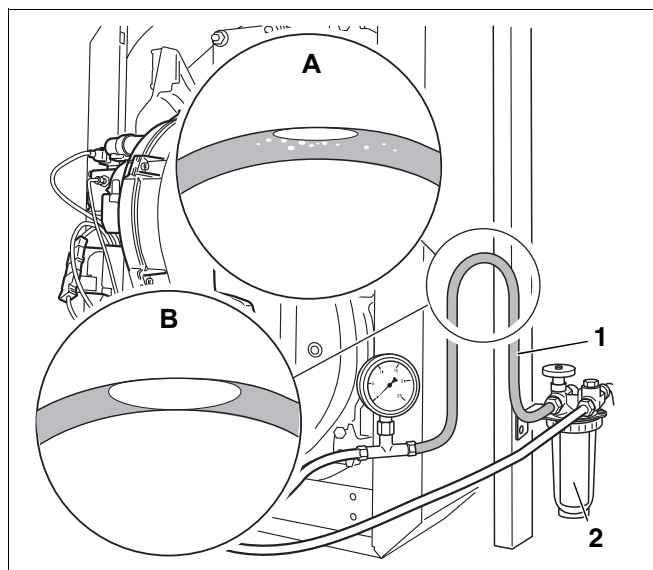

Рис. 42 Вертикальная петля прозрачного шланга
- Соединить прозрачный шланг (рис. 42, **поз. 1**) со всасывающей линией за топливным фильтром (рис. 42, **поз. 2**).
- Сделать из прозрачного шланга вертикальную петлю так, как показано (рис. 42).
- Проверить размеры воздушного пузырька, образовавшегося в шланге (рис. 42, **вид А и В**).
Если воздушный пузырек в верхней части шланга имеет небольшие размеры (рис. 42, **вид А**), то это значит, что топливопровод достаточно герметичен.
Большой воздушный пузырек (рис. 42, **вид В**) говорит о том, что на всасывающей линии и/или в местах подключений имеются неплотности.